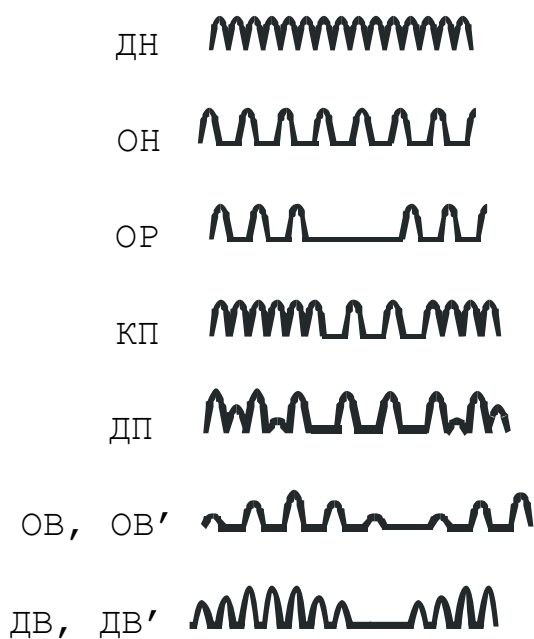

Рис.1 Виды диадинамического тока
2.6. Характеристики диадинамического тока (рис.1):